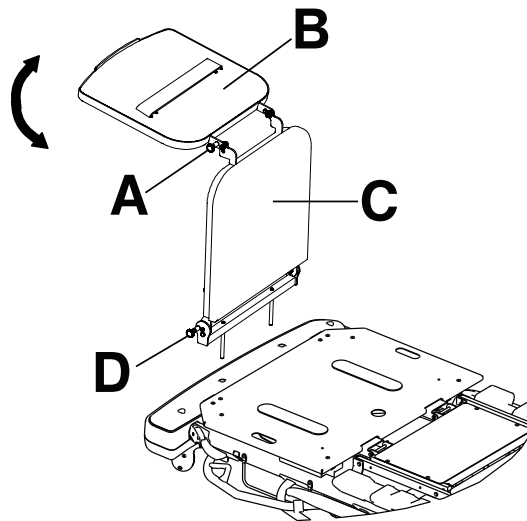

Figura 19 – Vassoio del defibrillatore/ prolunga poggipiedi
1. Estrarre il pomello superiore (A) (Figura 19).
2. Fare ruotare il vassoio del defibrillatore (B) finché non è orizzontale al di sopra del lato piedi del prodotto. Rilasciare il pomello superiore (A). Assicurarsi che il vassoio del defibrillatore sia bloccato in posizione.
Conversione del vassoio del defibrillatore/ prolunga poggipiedi in prolunga poggipiedi (Figura 19)